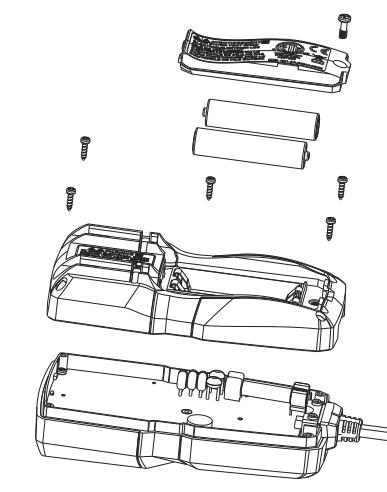

图13
- 3、将产品的5颗后盖螺丝旋开, 取下后盖即更换保险丝。(如图13)